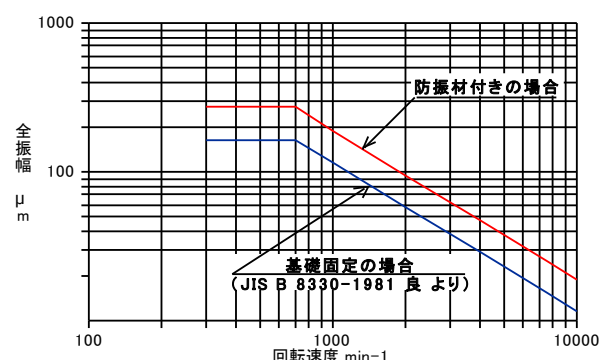

図 12 振動状態の参考判定基準
- (2) 軸受許容温度は、一般的には室温+40℃以下かつ80℃以下です。温度が軸受許容温度を超えている場合は、運転を停止して点検してください。
- (3) 軸受箱の音や振動は、運転開始数日後の状態を基準として、判断してください。
- (4) ファンが正常で、据付、ダクト配管工事が正しく施工されている場合の振動の基準値を図12に示します。